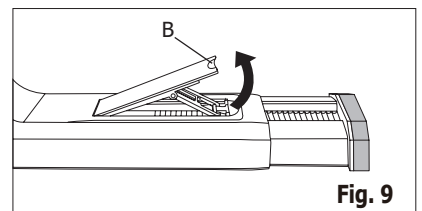

Fig. 9
1. Aprire il telaio della finestra e sollevare la leva di blocco del dispositivo per l'attacco alla finestra (Fig. 9)